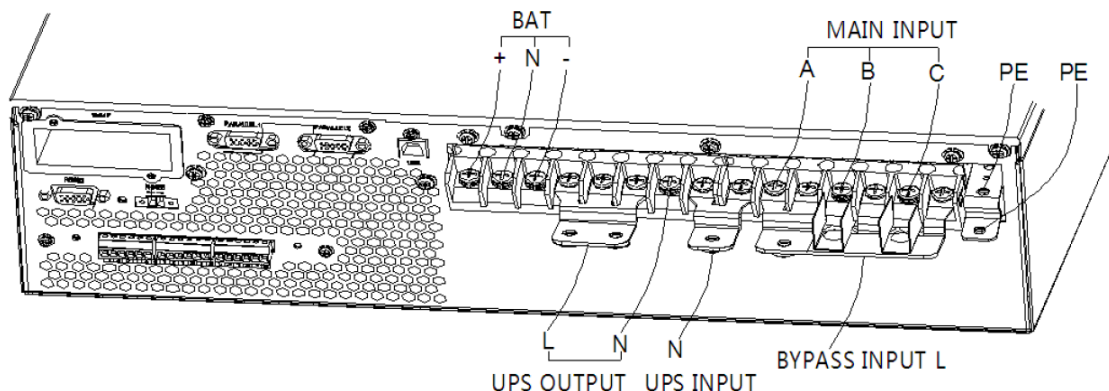

Рисунок 3-14. 3 фазы в 1 фазу, общий вход
2. Закоротить контакты mA, bA, bB, bC медной шиной No.6; закоротить контакты BAT-N, oN, bN, mN медной шиной No.7; закоротить контакты oA, oB, oC медной шиной No.4 (Рисунок 3-14).